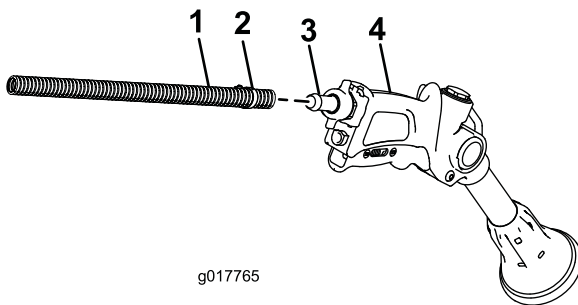

Figure 14
2. Connectez l'extrémité libre du long flexible au raccord du pistolet pulvérisateur (Figure 14).